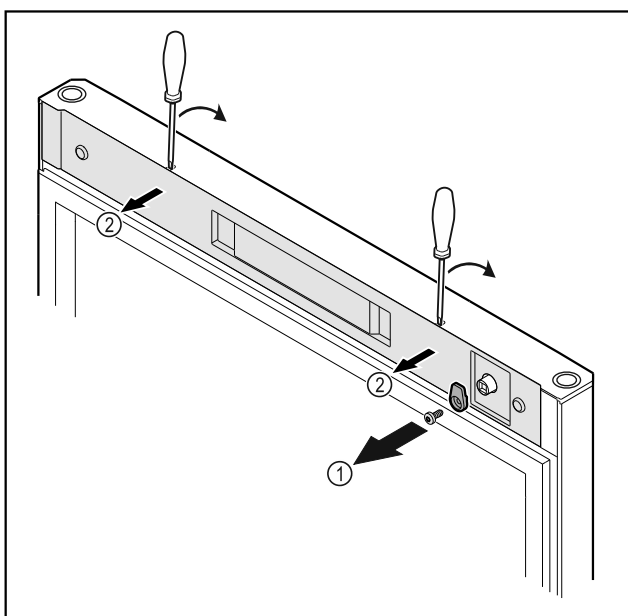

Fig. 14
- ▶ Odvijte zapiralni zatič Fig. 14 (1).
- ▶ Z majhnim izvijačem sprostite pokrov Fig. 14 (1) in ga odstranite.